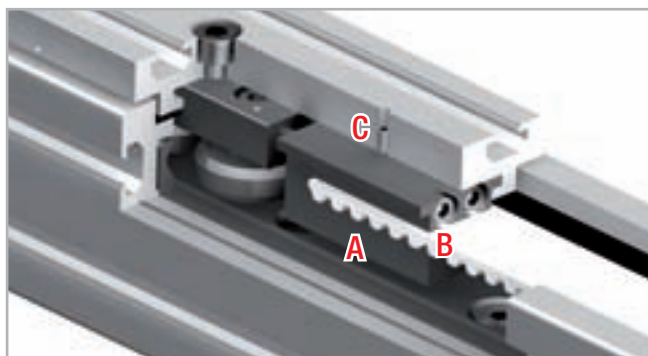

Рис. 41
1. Вывинтить предохранительные винты "С" (находящиеся на боковой поверхности крепёжной пластины каретки) из натяжителя "А" (см. Рис. 41).